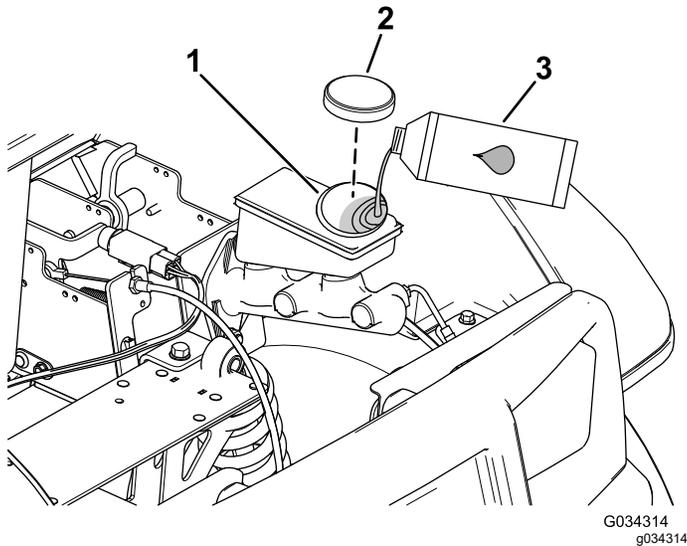

Figura 63
4. Eleve el capó para acceder al cilindro del freno principal y al depósito (Figura 63).
- A. Limpie la zona alrededor del tapón del depósito y retire el tapón (Figura 63).